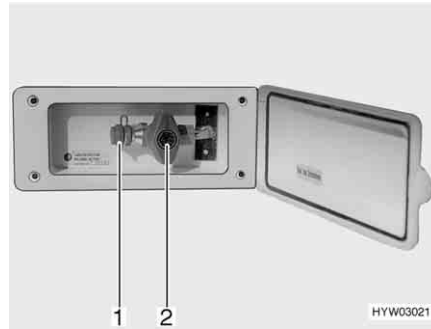

Bild 80 Externer Gasanschluss, Gasabsperventil geschlossen
Der externe Gasanschluss (Bild 80) befindet sich je nach Modell am Heck oder auf der linken bzw. rechten Fahrzeugseite.
- Externes Gasgerät an der Anschluss-Stelle (Bild 80,1) anschließen.
- Das Gasabsperventil (Bild 80,2) öffnen.